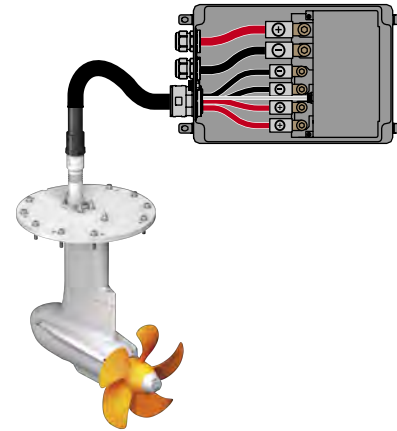

Fig. 13: Câblage du boîtier électronique
1. Desserrez les vis (1) du boîtier électronique pour pouvoir l'ouvrir.
4. Raccordez le câble de puissance au pôle repéré (rouge=+, noir=- ; 10 Nm), voir **"Fig. 13: Câblage du boîtier électronique"**.
5. Raccordez le câble du moteur au raccord de commande de moteur (6).